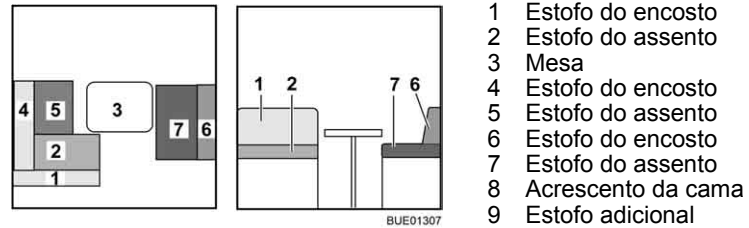

Fig. 144 Antes da transformação
- Transforme a mesa (Fig. 144,3) em base para cama (ver ponto 6.11).
- Retire o estofado do encosto (Fig. 144,1) e coloque-o de lado.
- Retire o estofa do encosto (Fig. 144,1) e coloque-o de lado.